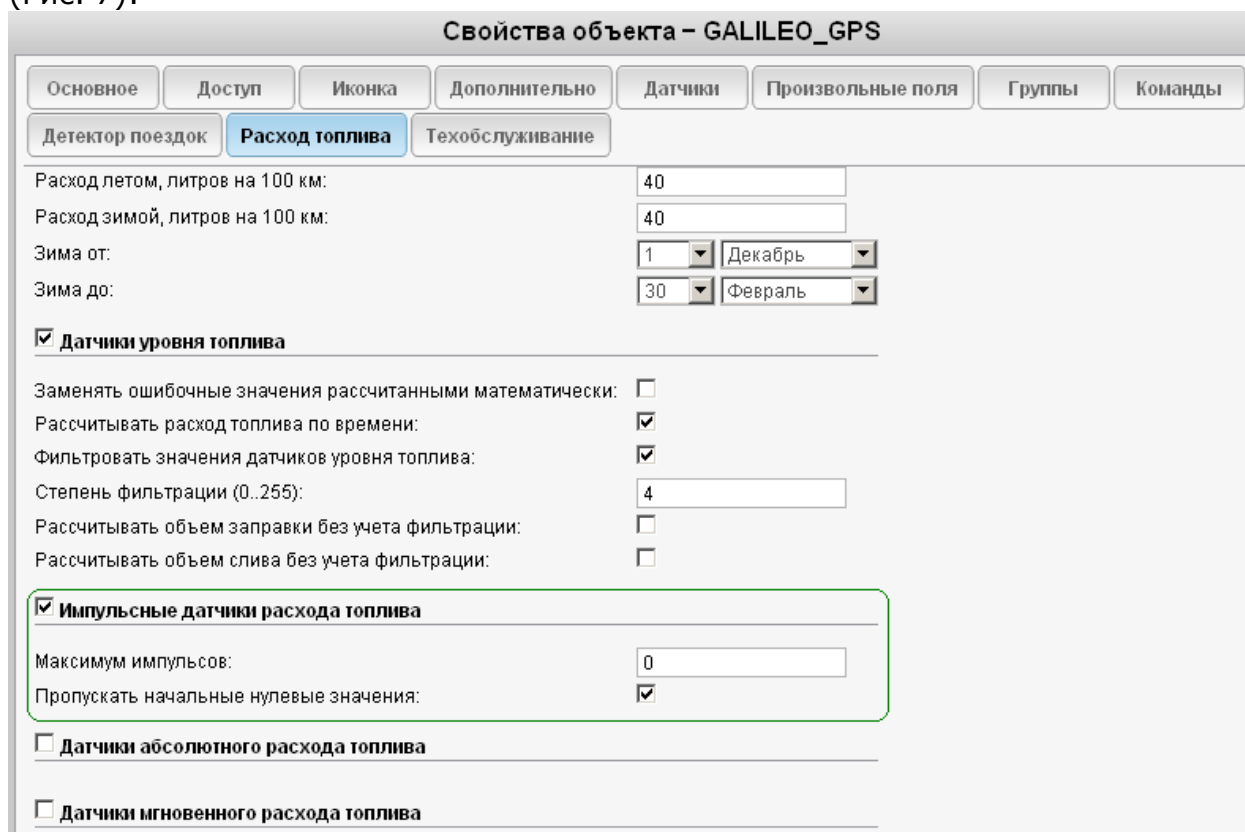

Рисунок 7
3.2.3. На вкладке «Расход топлива» включить обрабатываемые датчики (Рис. 7):